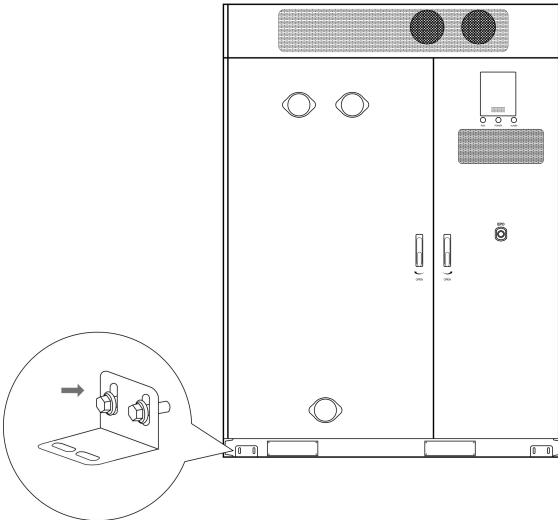

Рисунок 2-1
2. Якщо ваш продукт постачається з 4 кутниками L-подібної форми, зафіксуйте їх на шафі за допомогою 8 гвинтів (M10*25), застосовуючи момент затягування 30 Н·м. (Рисунок 2-1 і Рисунок 2-1)